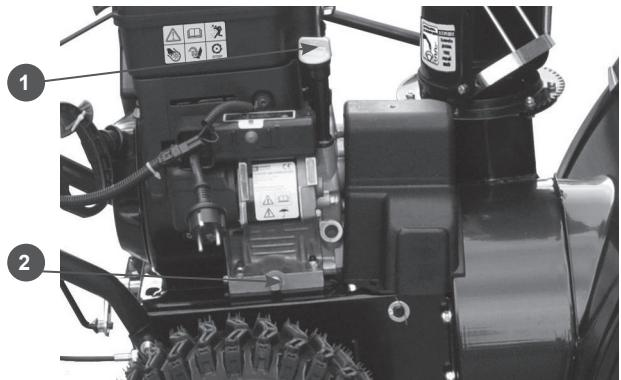

Рис.10
1. Откройте крышку маслоналивной горловины(1) Рис.10
2. Подставьте под сливное отверстие подходящую емкость и открутите болт отверстия для слива масла(2) Рис.10